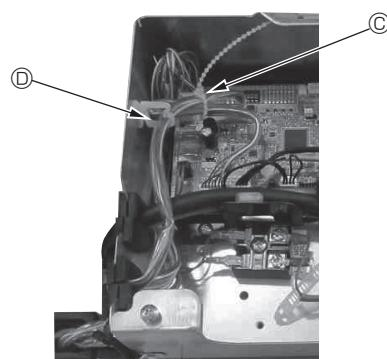

Fig. 10-14
- Placez les excès de fils de jonction du capteur i-See et du récepteur de signal dans le boîtier des composants électriques dans le crochet pour fils, comme indiqué sur le schéma, et groupez les fils à l'aide de la fixation. (Fig. 10-14)